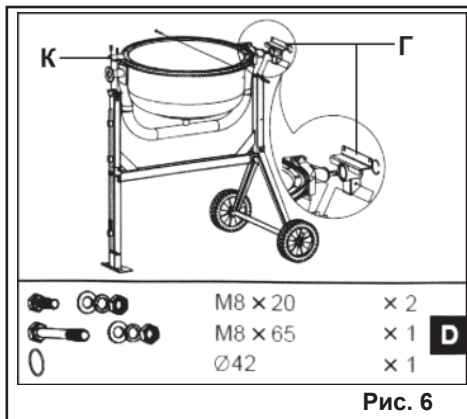

Рис. 6
6.4. Установите кронштейн (Г) на скобу нижней части барабана и зафиксируйте его стопорным кольцом из пакета Д. Установите скобу с установленным кронштейном (Г) на раму (П) и зафиксируйте с одной стороны болтом М8х65, а с другой стороны скобой (К) и болтами М8х20 как показано на Рис. 6.